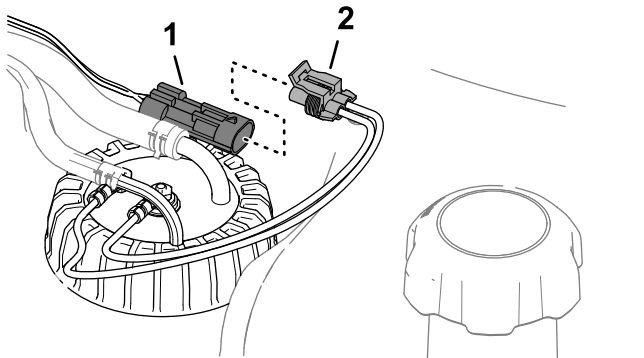

Figura 94
6. Enchufe el conector del arnés del sensor de combustible en el conector del arnés de cables de la máquina (Figura 94).